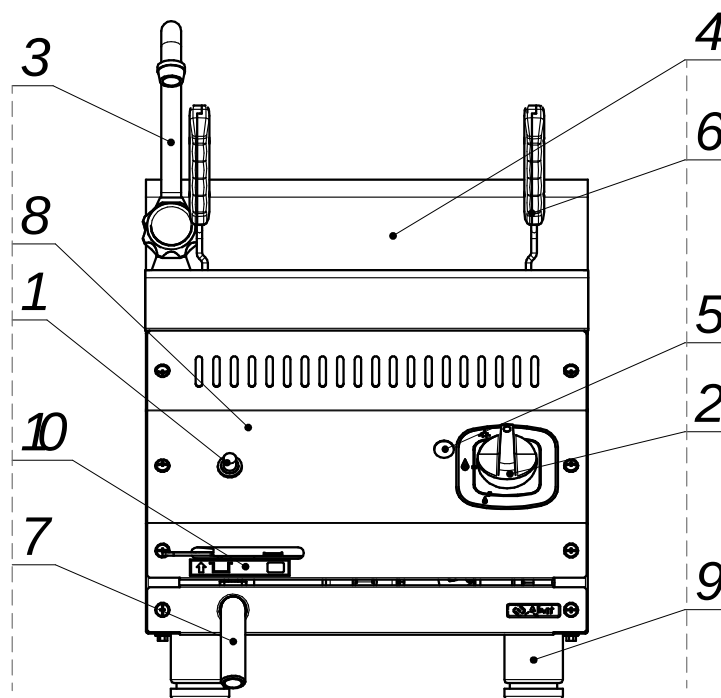
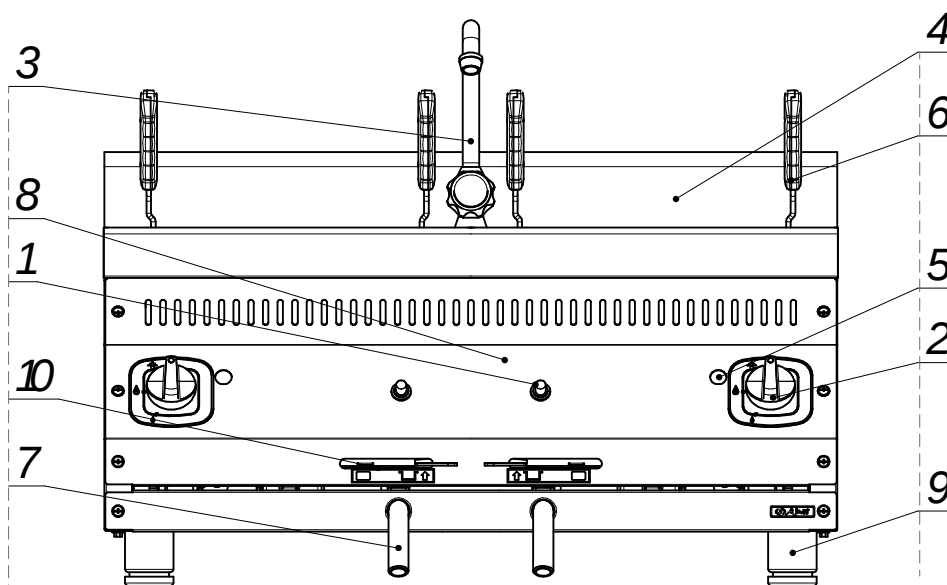
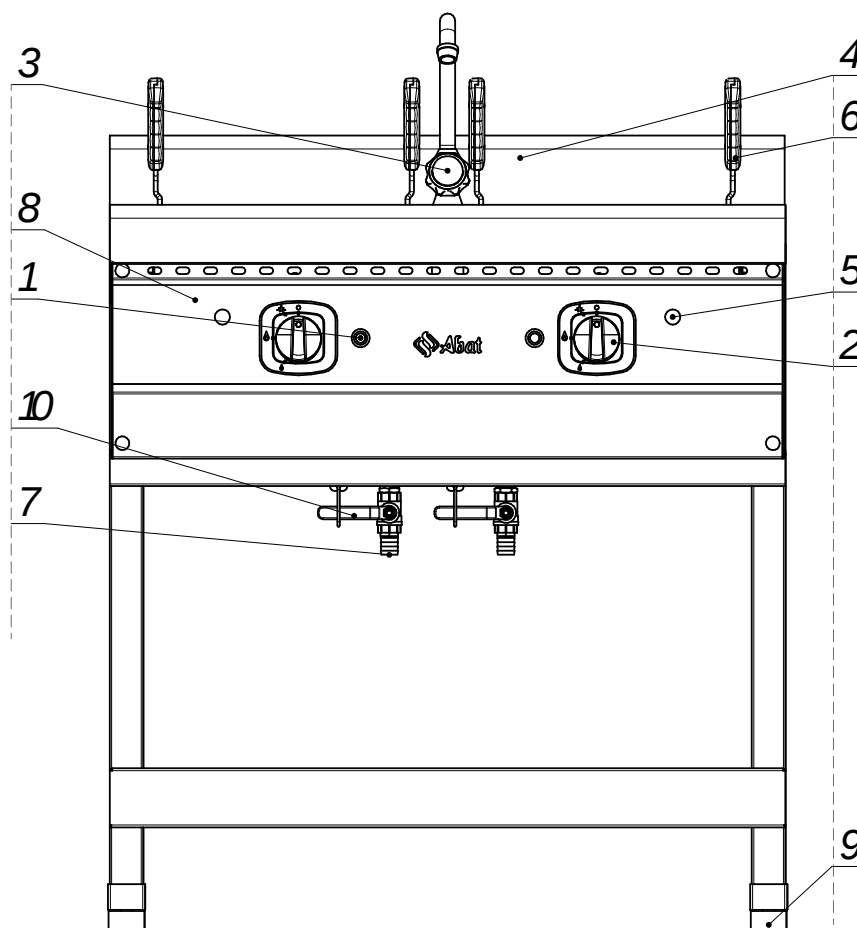

Рис. 1. Газоварка ГВК-40Н
Рис. 2. Газоварка ГВК-80/2Н
Рис. 3. Газоварка ГВК-90/2П
4.1 Устройство газовой горелки показано на рис.1, рис.2 и рис.3.
Нажмите на ручку крана горелки и поверните ее против часовой стрелки, установив символ искры зажигания ★ напротив метки на панели управления (рис. 2а). Нажав до упора, одновременно произведите поджог газа при помощи пьезорозжига. Удерживайте ручку крана в течение не менее 15 секунд, после чего отпустите. После проведения вышеуказанных операций необходимо проконтролировать наличие горения газа, для чего необходимо посмотреть в смотровое окно 6 (рис.1), в котором можно наблюдать наличие пламени. Пламя должно быть устойчивым. Если пламя не горит, повторите операцию.
Для доступа к муфте необходимо снять лицевую панель 8 для ГВК-40Н и ГВК-80/2Н (см. рис. 1 и рис.2), предварительно отвернув крепежные винты и сняв ручку крана 2. На ГВК-90/2П муфта находится в задней части изделия рядом с точкой подключения газа. Вывинтить затяжной винт и подключить к ней гибкий шланг “U”-образного манометра;